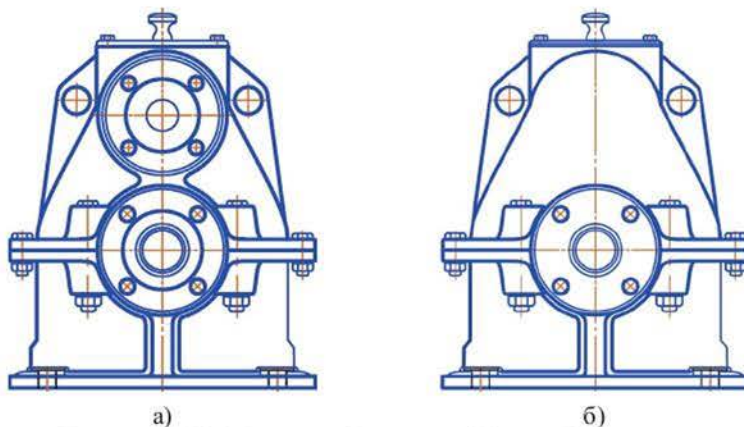

Рисунок 11.3 Объект до (а) и после (б) преобразования
3) Удаление части объекта командой *Усечь кривую* на панели инструментов *Редактирование*  (рисунок 11.3 а, б).